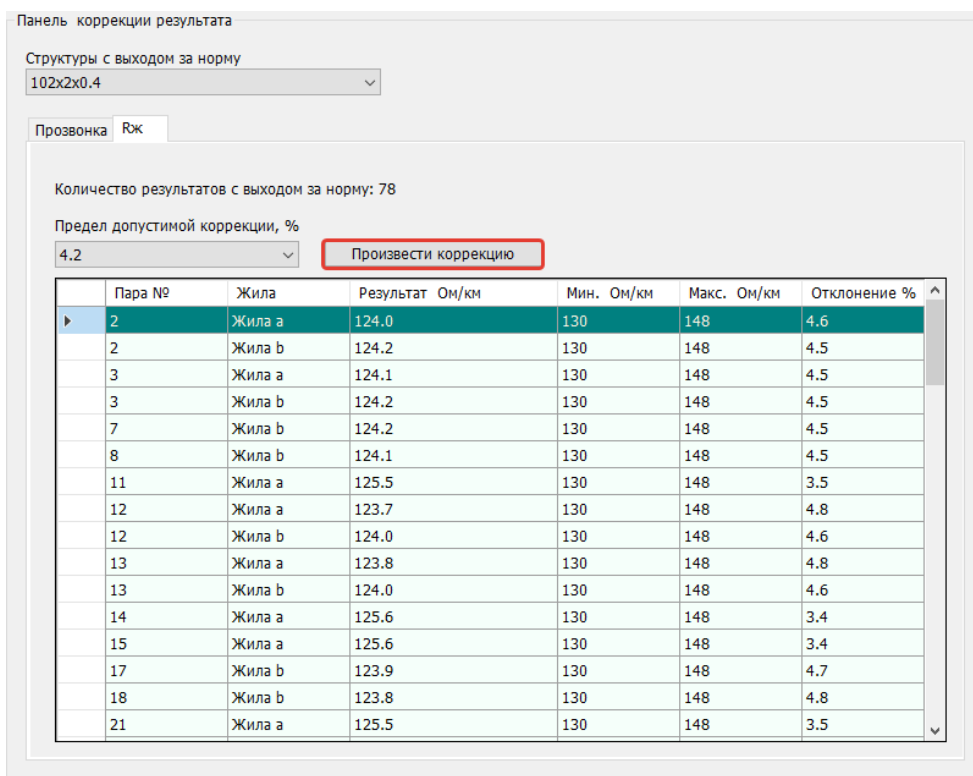

Рисунок 12: Запуск корректировки результатов параметра
- 2) Нажать кнопку «**Произвести коррекцию**» (рисунок 12);